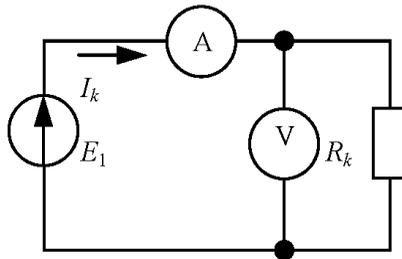

Рис. 1.1. Схема измерения сопротивления методом амперметра-вольтметра
2. Определить сопротивления резисторов R_1 , R_2 , R_3 методом амперметра-вольтметра, для чего собрать схему (рис. 1.1), и, подключая поочередно резисторы, измерить токи и напряжения. Данные измерений внести в табл. 1.1.